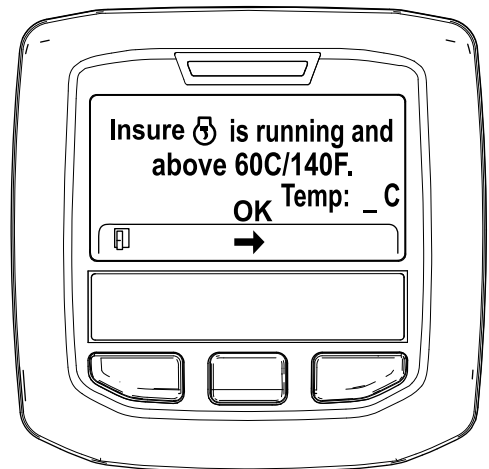

Figura 50
5. Si la temperatura del refrigerante se encuentra por debajo de 60 °C (140 °F) aparece el mensaje "Insure ☺ is running and above 60C/140F" (Asegúrese de que está funcionando y por encima de 60 °C/140 °F). (Figura 50).